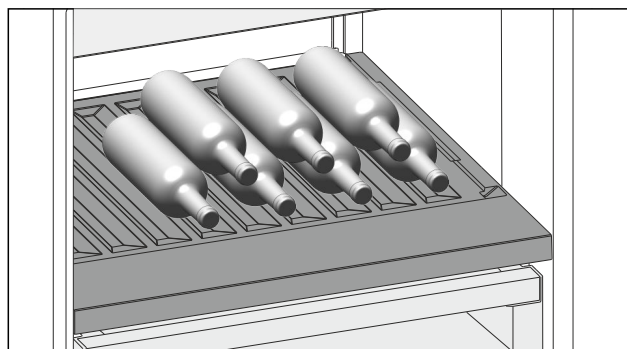

Fig. 148 Ilustrativni primjer
- Stavite boce s dnom prema stražnjoj stijenci hladnjaka. (pogledajte Fig. 148)